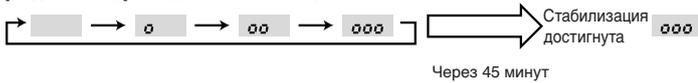

Fig. 8-3
③ Нажмите кнопку **(FILTER)** (↔) для подтверждения настройки. (Fig. 8-3)